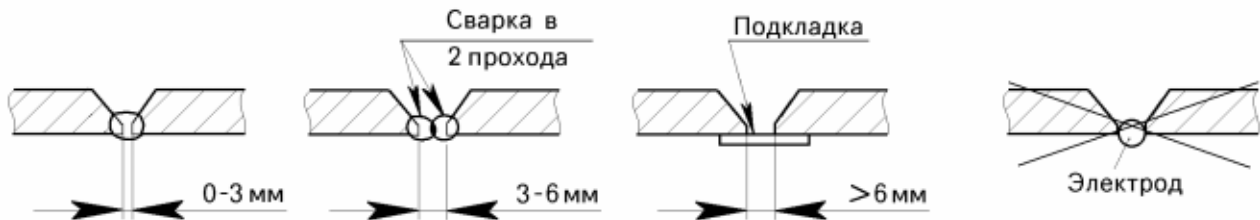

Рисунок 13.3 – Методы сварки первого слоя
- в случае, когда зазор не более 3 мм – проплавить полностью корень шва (рисунок 13.3);